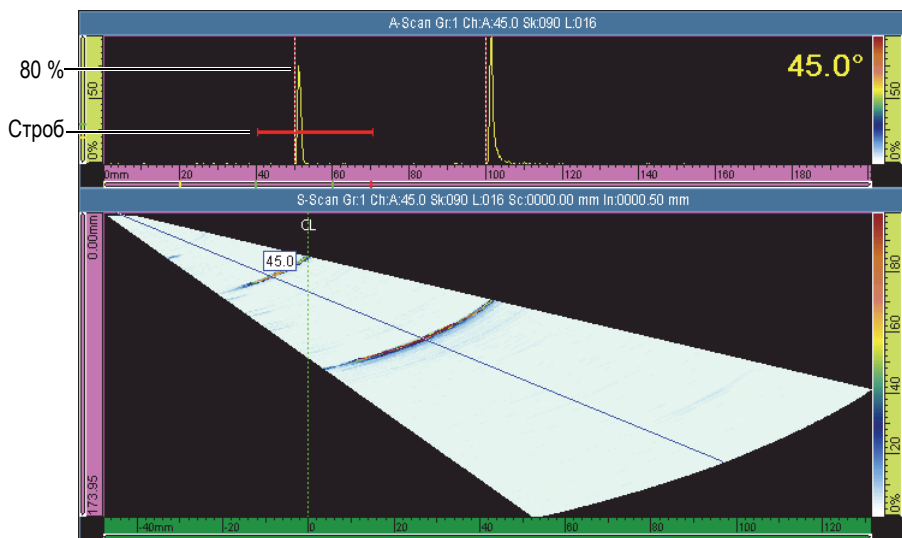

Рис. 5-3 Сигналы от отражателей при секторном сканировании
- b) Настройте **Усиление** таким образом, чтобы амплитуда первого сигнала находилась приблизительно на уровне 80 % от высоты экрана (см. Рис. 5-3 на стр. 117).
- c) Настройте параметры **Начало** и **Диапазон**, чтобы на экране А-скана отображались сигналы от обоих отражателей (см. Рис. 5-3 на стр. 117).
- a) В кнопках **Начало** и **Ширина** введите значение начала и ширины строба А. Первый сигнал должен пересекать строб в середине, и ширина строба должна быть достаточной, чтобы сигнал находился в нем полностью (см. Рис. 5-3 на стр. 117).